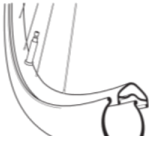

Fig. 3 — premier côté engagé, de l'opposé vers la valve
- Engagez un premier côté du pneu dans la jante, en commençant à **l'opposé de la valve** et en finissant à la valve (fig. 3).